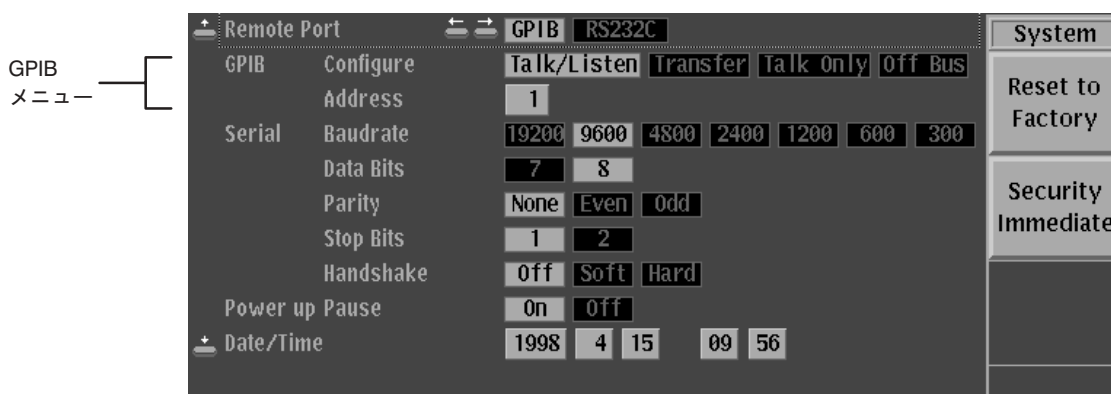

図 1-4: System メニュー
- 手順2: System ボトム・ボタンを押し、System メニューを表示します (図 1-4 参照)。